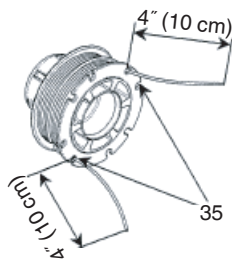

Fig. 31
- (4) Pulse cada línea en los orificios del tope (35), dejando los extremos sueltos aprox. 4" (10 cm) de largo. (Fig. 31)